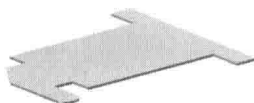
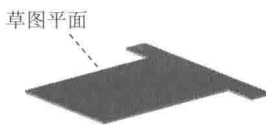
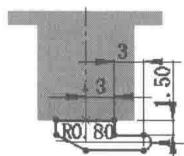

图 1.5 薄片
图 1.6 草图平面
图 1.7 横断面草图
Step3. 创建图 1.5 所示的钣金特征——薄片。选择下拉菜单 **插入(I)** → **钣金(B)** → **基体法兰(A)...** 命令 (或单击“钣金”工具栏上的“基体法兰/薄片”按钮); 选取图 1.6 所示的模型表面作为草图平面, 在草绘环境中绘制图 1.7 所示的横断面草图, 选择下拉菜单 **插入(I)** → **退出草图** 命令, 退出草绘环境, 此时系统自动生成薄片。